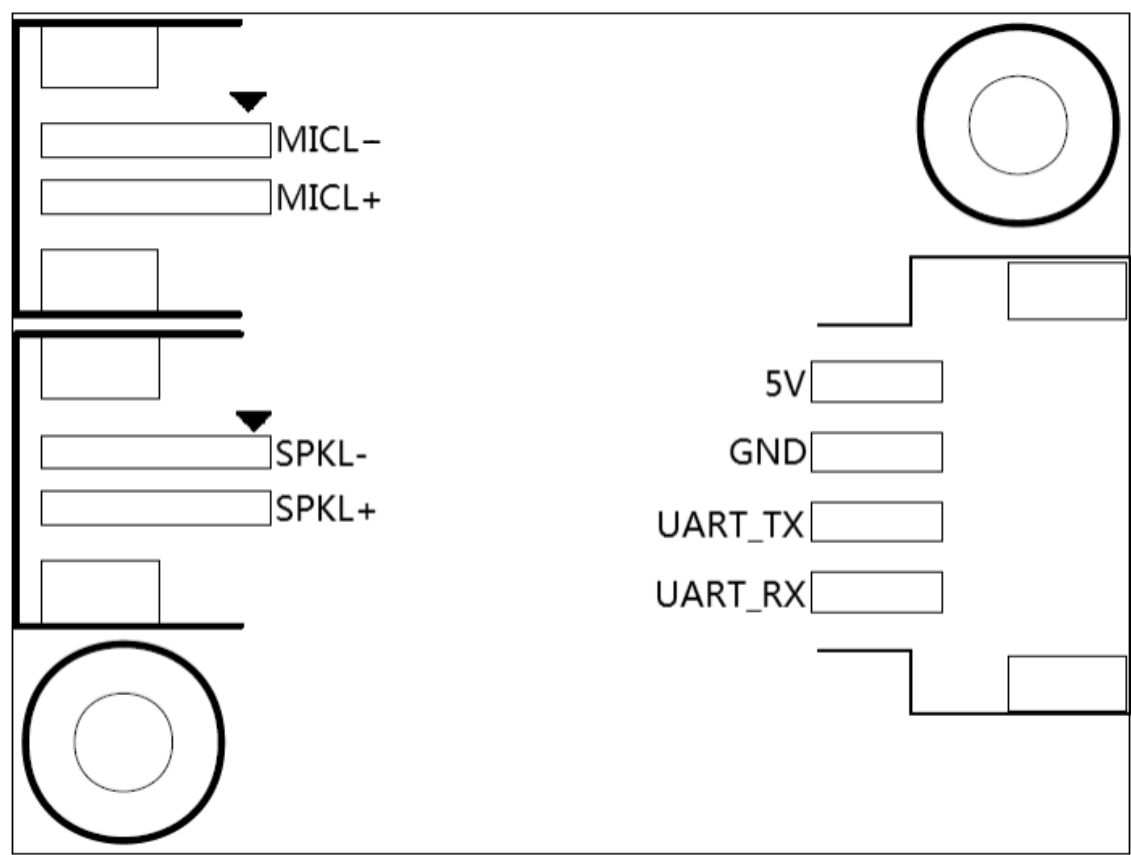

图6 模块引脚图
- 3. 四线供电和UART接口，采用2.5mm间距母口，引脚顺序请参考图6。该接口中的UART引脚除了做串口通讯功能外，也可以配置为GPIO口。